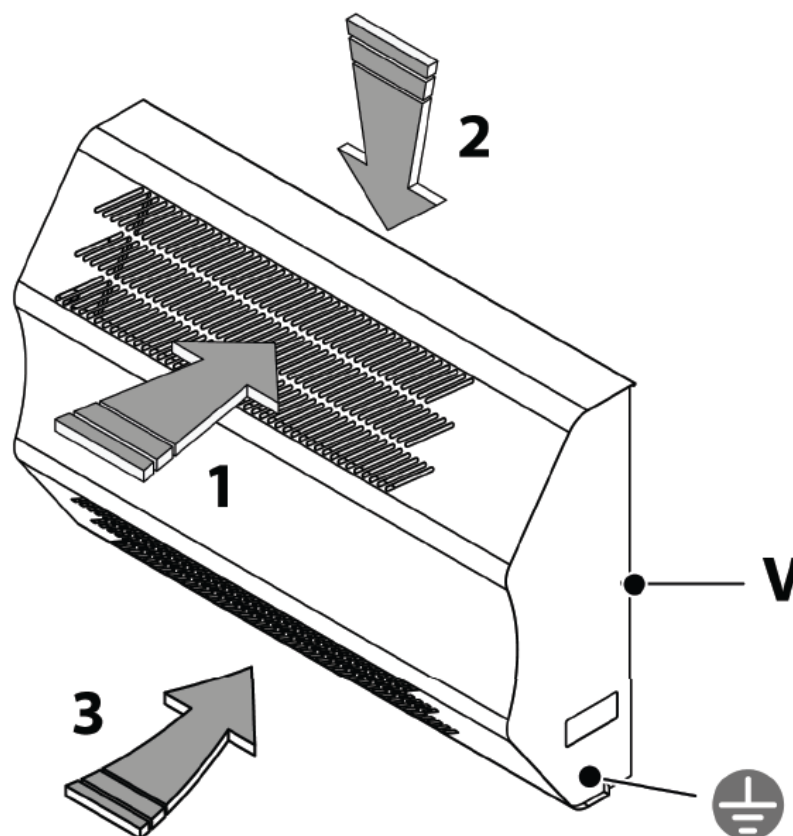

Fig.11 - Fermeture du capot
- Soulever le capot en le tenant légèrement plié en avant et le porter vers le déshumidificateur (1) ;
- appuyer sur la partie supérieure du châssis (2) ;
- accompagner le capot, avec un mouvement de rotation, jusqu'au bas du châssis où se trouvent les points d'accrochage : avant de refermer complètement le capot raccorder le fil de la terre au terminal qui se trouve dans la zone indiquée sur la fig. 11.